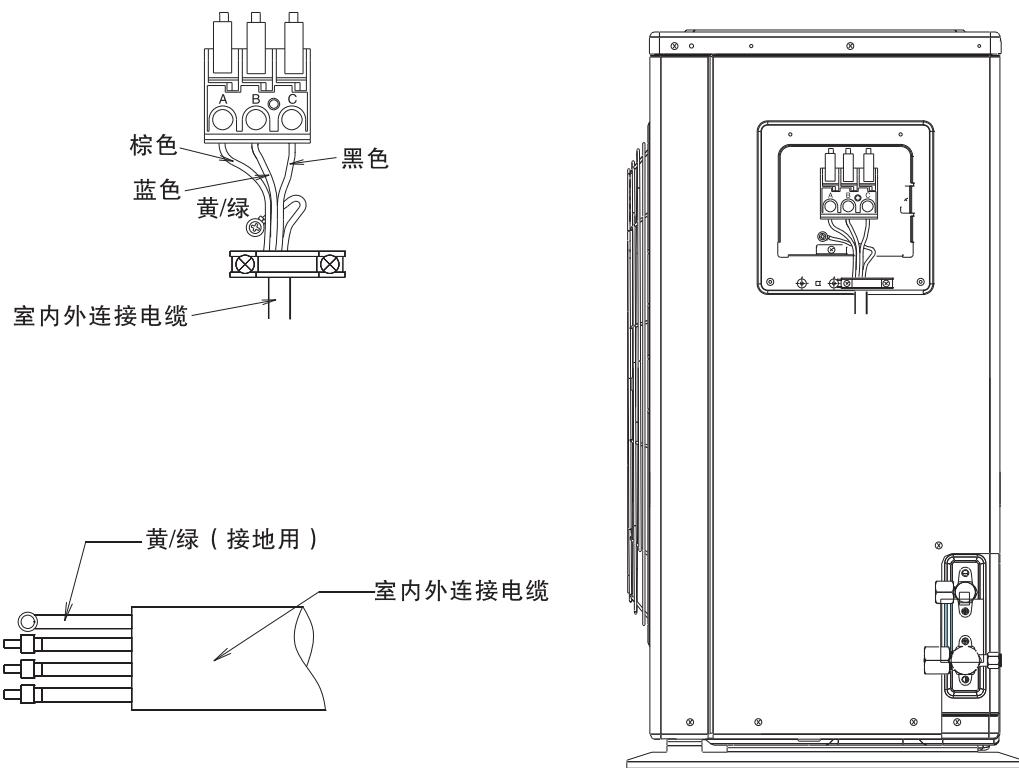

图16
- (1) 把连接电缆按电气接线图所示正确地牢固连接。(图16)(紧固力矩8~15kgf·cm)
- (2) 用电线压板将连接电缆压住后用螺钉紧固。
- (3) 必须将黄/绿线接至带有“ \ominus ”标志的端子上。